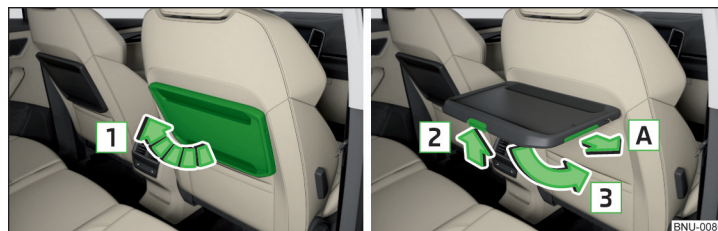

Fig. 121 Plegar la mesa / desplegar la mesa y extraer el portabebidas
- Para **abatir hacia arriba**, elevar la mesa en el sentido de la flecha **1** » fig. 121.
Con la mesa abatida hacia arriba puede retirarse el portabebidas en el sentido de la flecha **A** » fig. 121.